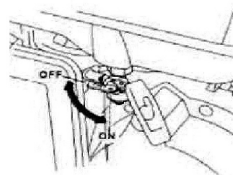

Рис. 4
1. Переведите топливный кран в положение «**Открыто**» (Рис. 4).